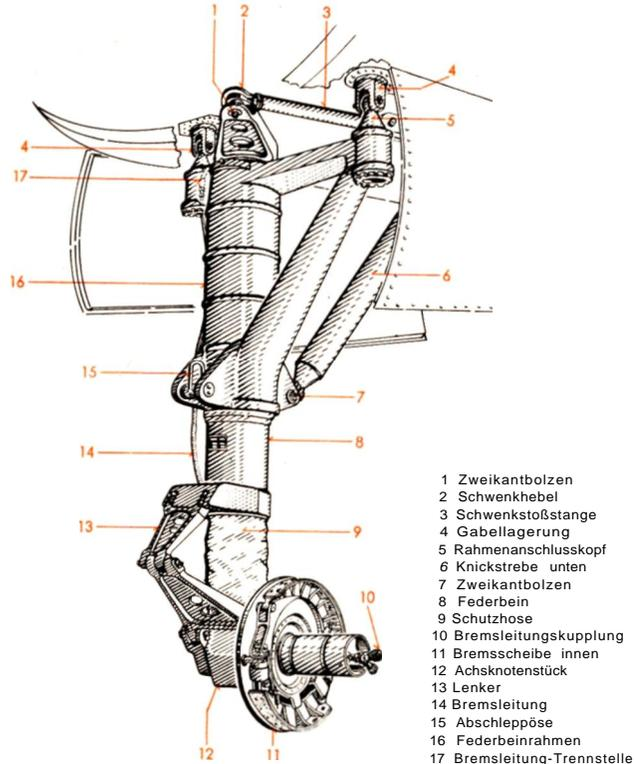

Abb. 11 Flugzeugbein
Das Flugzeugbein (Abb. 11) besteht, wie eingangs erwähnt, aus dem im Federbeinrahmen (16) beweglichen KPZ-Federbein (8) mit Lenker (13) und Schwenkhebel (2), an dem unten das Achsknotenstück (12) mit Laufradachse sitzt. Der einfedernde Kolbenteil des Federbeines ist durch eine Schutzhose (9) gegen Schmutz geschützt. Am Federbeinrahmen sind oben die Rahmenanschlußköpfe (Ösenköpfe) (5) eingesetzt und mit einer Nutmutter festgezogen. Die Rahmenanschlußköpfe sind mit dem Federbeinrahmen durch eine Madenschraube gegen Verdrehen gesichert.
Der Ausbau des Flugzeugbeines (Abb. 11) erfolgt bei aufgebocktem Flugzeug (siehe Hauptabschnitt 0 „Allgemeines“, unter „Aufbocken des Flugzeuges“). Zum Ausbau ist die Bremsleitung oben an der Trennstelle (17) am Federbeinrahmen zu trennen (Vorsicht Öaustritt!) und